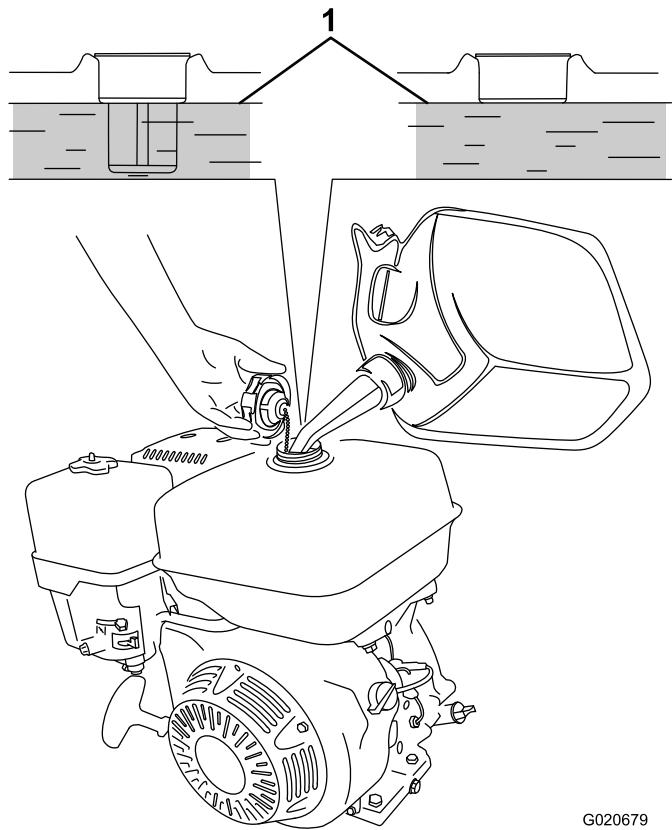

Figura 26
3. Añada combustible al depósito de combustible hasta que el nivel llegue al nivel máximo de combustible (Figura 26).